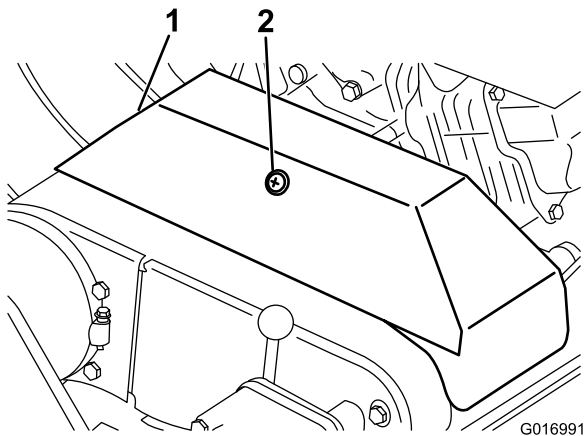

Figura 36
3. Afloje el retenedor que sujeta la cubierta de las correas en V y abra la cubierta (Figura 36).